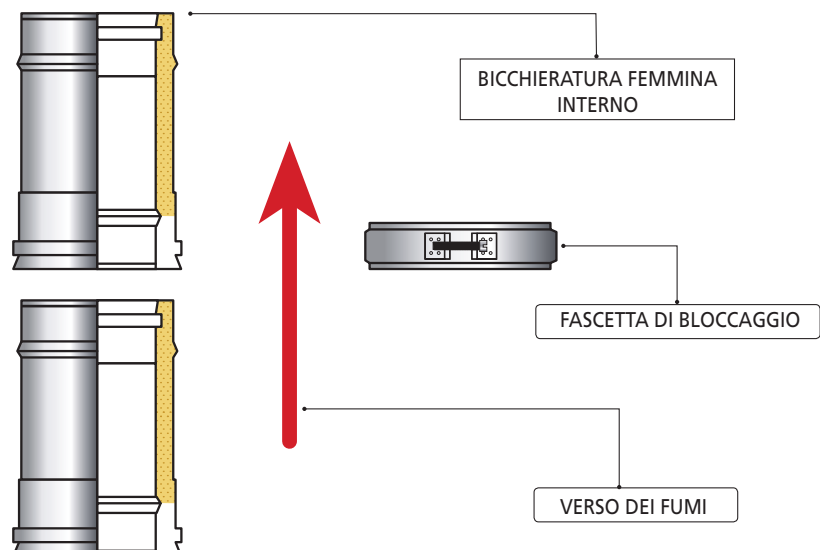

FIGURA 12
I sistemi AN ISO 25 INOX-INOX, AN ISO 25 INOX-RAME, AN ISO 25 INOX-COLORATO, AN ISO 50 INOX-INOX e AN ISO 50 INOX-INOX 304 sono realizzati con giunti a bicchiere di tipo maschio / femmina su nervature autocentranti ed antischiumamento (**figura 12**).
- Installare gli elementi seguendo il senso dei fumi indicato sull'elemento con un'apposita freccia, ovvero con il bicchiere femmina interno rivolto verso l'alto, per evitare la fuoriuscita di condensa (**figura 12**).